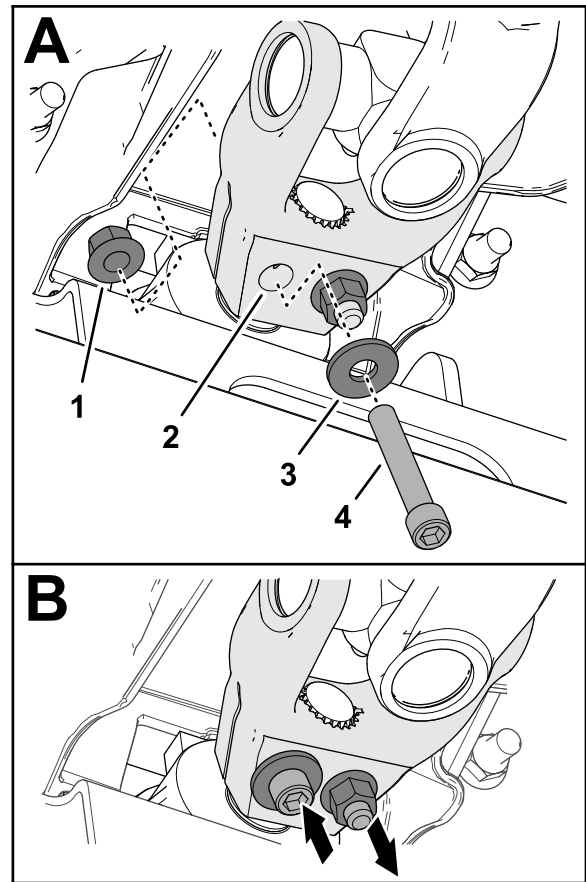

Figura 17
- Monte un tornillo de caperuza de cabeza allen ($\frac{3}{8}$ " x $2\frac{1}{4}$ ") a través de una arandela ($\frac{3}{8}$ ") y del taladro en la horquilla del árbol de transmisión (Figura 17) y fije el tornillo de caperuza con una contratuerca con arandela prensada ($\frac{3}{8}$ ").
- Monte un tornillo de caperuza de cabeza allen ($\frac{3}{8}$ " x $2\frac{1}{4}$ ") a través de una arandela ($\frac{3}{8}$ ") y del taladro en la horquilla del árbol de transmisión desde la dirección opuesta (Figura 17) y fije el tornillo de caperuza con una contratuerca con arandela prensada ($\frac{3}{8}$ ").